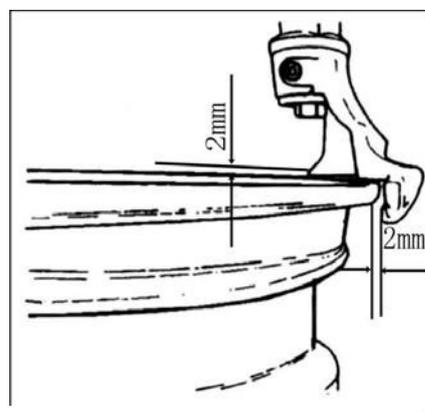
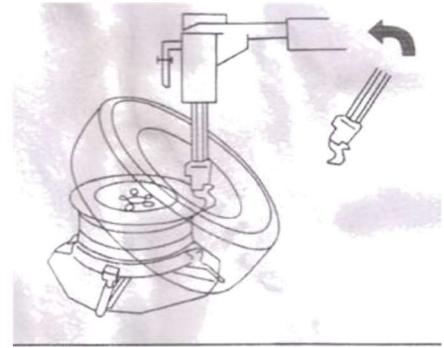

図 20
図 24
ロックハンドルプレスボタン(図 2-2)を押して、水平アームと六角シャフトのロック解除をすると、六角シャフトが自動的に上に移動します。四角形の水平アームは自動的に少し後方に戻り、ツールヘッドがリムの縁から離れリムの損傷を防ぎます。(図 20)
4.2.2 潤滑液または石鹼水をビード周辺に塗り拡げます。タイヤをホイール側に傾け、タイヤ前方を上を保ちます。コラムチルトペダル(図 2-10)を踏み込み、柱を元の位置に戻します。ツールヘッドをしっかりとホイールに接触させます。(図 20)。ツールヘッド後端部上にビード左側を配置し、ビード右側をツールヘッドのこぶ状の部分の下に配置します。図 24 を参照してください。